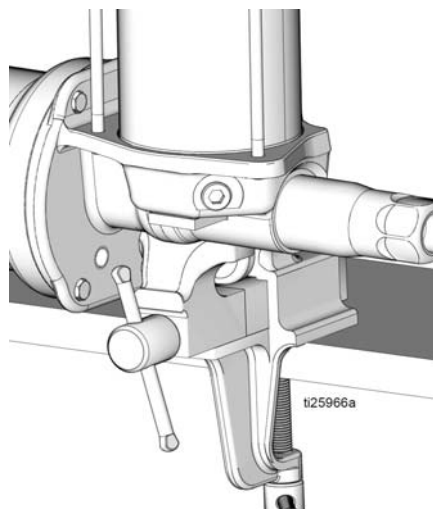

Рис. 12
6. Зажмите основание насоса в настольных тисках, как показано на Рис. 12. Используйте в тисках губки из мягкого материала или уложите на губки тряпку для защиты поверхности основания насоса.